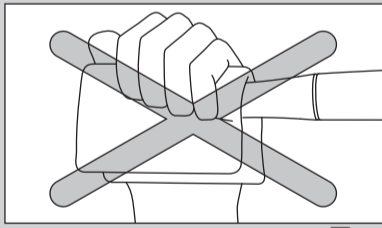

図11
- ・ハンドピース内の余分なオイルを排出するために空運転する場合は、バーを取り外したまま15秒ほど空運転してください。その際、オイル飛散を防ぐため、ヘッドに布等をあてがう場合は、プッシュボタンを押さないように注意してください(図11)。バーが取り付けられなくなる恐れがあります。